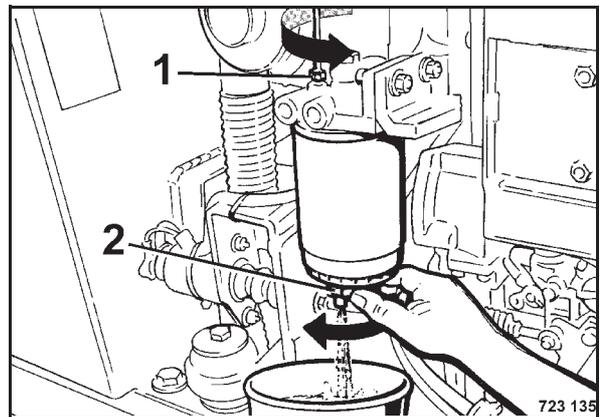

Bild 109
- Belüftungsschraube 1 (Bild 109) einige Umdrehungen lösen.
- Ablassschraube (2) einige Umdrehungen lösen und auslaufenden Kraftstoff / Wasser auffangen.